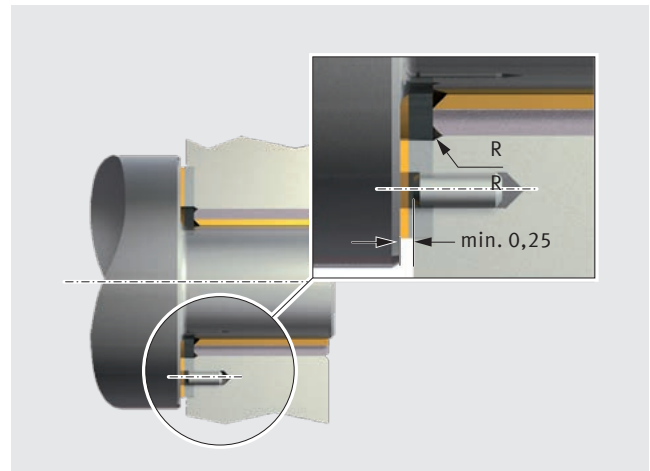

Fig. 42 : Fixation d'une rondelle de guidage PAW dans un évidement du corps
- La concentricité est assurée par des évidements dans le corps (Fig. 42)
- Une goupille de serrage ou vis à tête fraisée empêche la rondelle de tourner (Fig. 42 et 43)
- La tête de vis ou la goupille de serrage doit être reculée de min. 0,25 mm par rapport à la surface de glissement (Fig. 42 et 43)
- fixer avec plusieurs goupilles ou vis (Fig. 42).